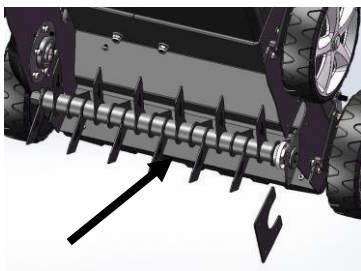

Fig.11C
- Lyfta Hon de roller till och dra Hon hon i de Riktning de pilar härifrån. (Fig. 11C)
- Skjut den nya rullen i pilarnas riktning, sätt in axeln i sexkantshylsan och tryck in den andra sidan i hållaren. (Fig.11C/ Fig.11D/ Fig. 11E).